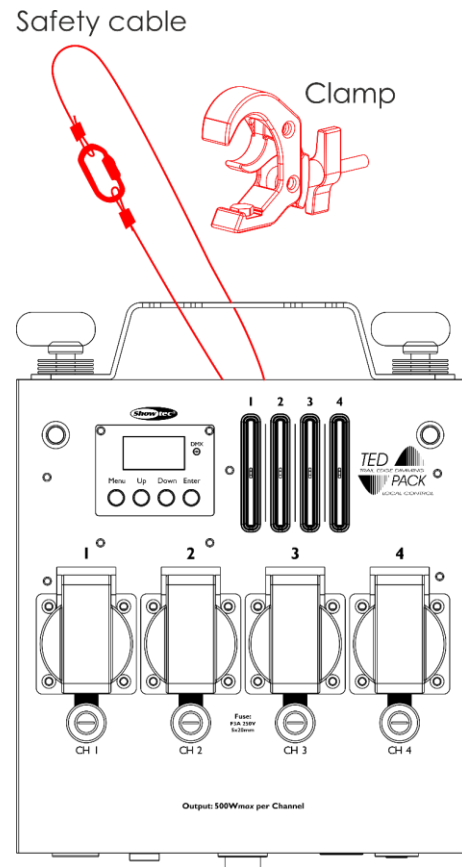

Fig. 09
- 02) Instale la abrazadera como se indica en la Fig. 09. Asegúrese de utilizar una abrazadera adecuada para sujetar el dispositivo a un truss.
- 04) Sujete el dispositivo con una suspensión secundaria, por ejemplo, un cable de seguridad. Asegúrese de que la suspensión secundaria puede soportar 10 veces el peso del dispositivo. Si es posible, la suspensión secundaria debería conectarse a una estructura de soporte independiente de la suspensión primaria. Pase el cable de seguridad a través del **anillo de seguridad (18)** como se indica en la Fig. 09.